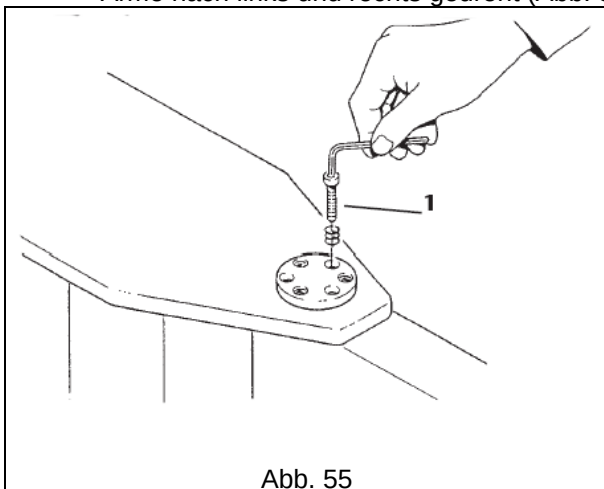

Abb. 55
1. Die Leichtgängigkeit der Armrotation über die Stellschrauben **1** des Bremssystems einstellen, bis die gewünschte Schwenkempfindlichkeit erreicht ist (Abb. 55).